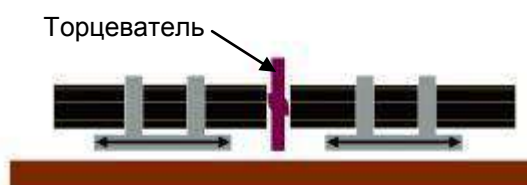

Рис. 7.10
6). Включить гидрогруппу кнопкой включения (рис. 7.10).